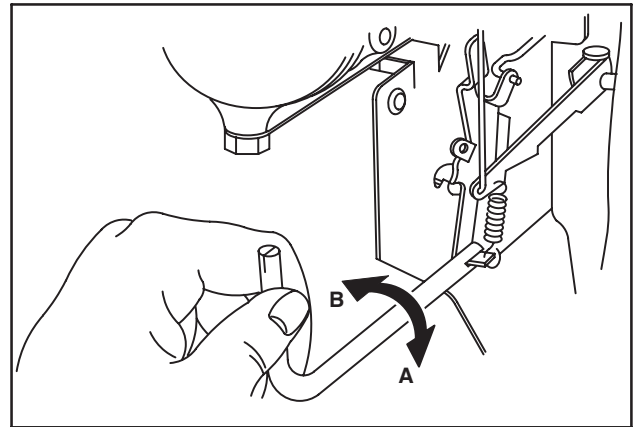
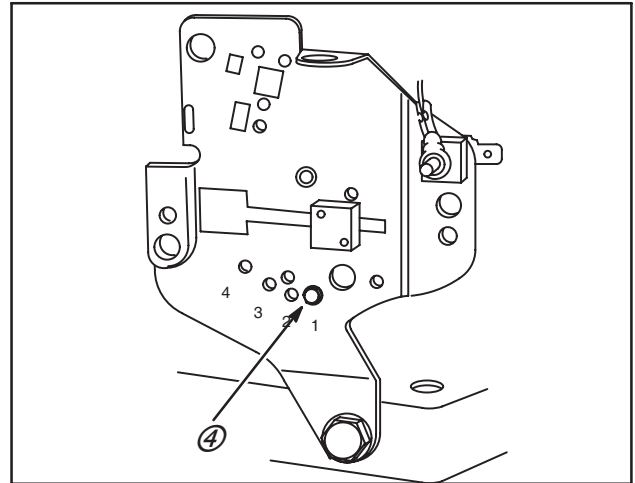

Fig. 29
Fig. 30
3. À l'aide de l'outil de torsion Réf. : 19229, plier la patte d'accrochage du ressort pour obtenir le RÉGIME MAXIMUM À VIDE correct, Fig. 29. Pour les moteurs équipés d'une vis de régime maximum, régler la patte à 4000 Tr / mn. Avant de régler la patte, il faut déposer la vis de régime maximum.
NOTE : Voir les Fig. 29 et 30 pour identifier le type de commande. Se reporter au Tableau N°. 2, page 28 (Fig. 29) ou Tableau N°. 3, page 28 (Fig. 30) pour trouver le bon trou à utiliser après réglage de la patte du régulateur, étape 3, et installation de la vis de régime maximum (4).